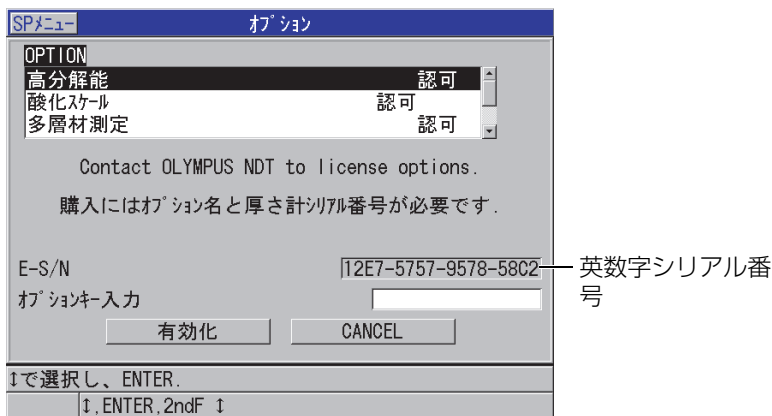

図 7-1 ソフトウェアオプションを有効にするためのオプション画面
3. オプション画面 (100 ページの図 7-1 参照) で、S/N フィールドに表示される 16 桁の英数字シリアル番号を書き留めておいてください。
5. オプション画面 (100 ページの図 7-1) で、以下の操作を行います。